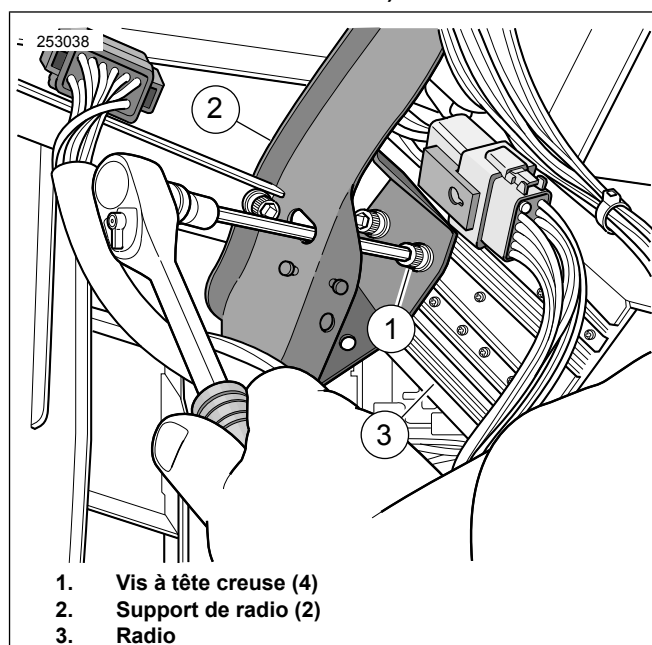

Figure 2. Installation de la radio AM/FM; côté droit (frein) illustré
3. Voir la figure 2. Retirer les quatre vis à tête creuse (1) pour détacher la radio des attaches de support de radio (2) de gauche et de droite. Utiliser les trous oblongs des supports pour accéder aux vis et soutenir la radio à mesure que les vis sont retirées.